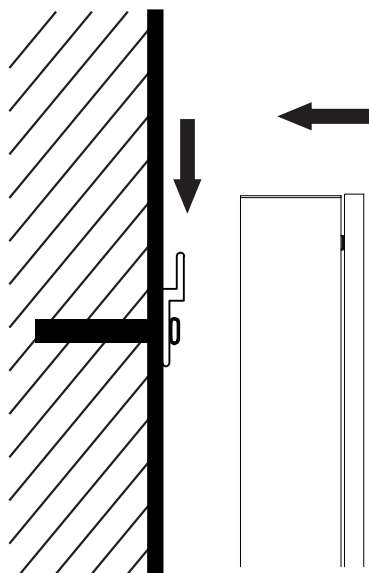

Fig. 5
2.2 Montera spegelskåpet på stängen (Fig. 5).